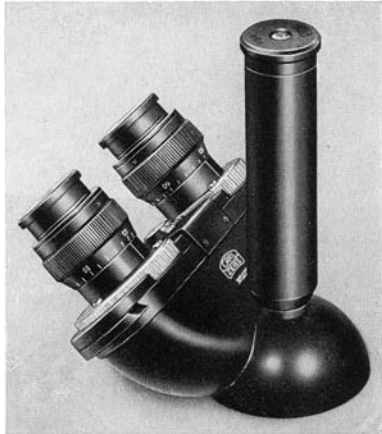
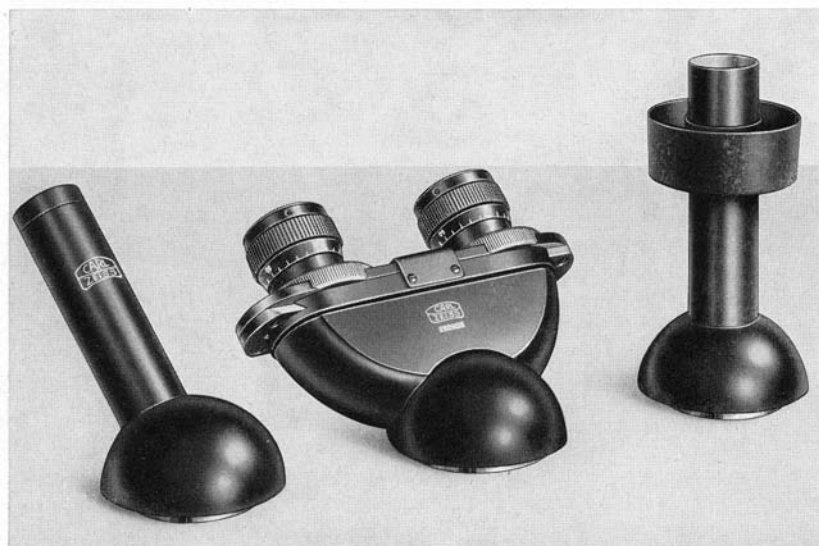

Bild 10: Phototubus mit binokularem Schrägeinblick (3)
Bild 11: Monokularer Schrägtubus (1) · Binokularer Schrägtubus (2) · Gerader Tubus mit Lichtabschlußmanschette
Für monokulare Beobachtung steht ein monokularer Schrägtubus (1) zur Verfügung (Bild 11), für mikrophotographische Aufnahmen und binokulare Beobachtung (Bild 10) ein kombinierter Phototubus mit binokularem Schrägeinblick (3).